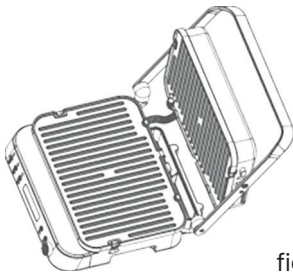
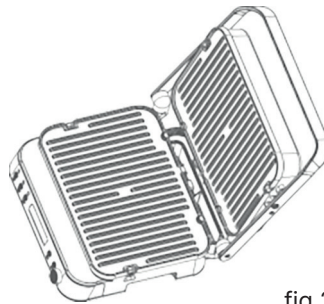
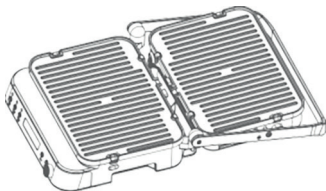

fig 1
fig 2
fig 3
2. Entfernen Sie die Grillplatte durch Drücken der Taste „Unlock“ (Abb. 1).
5. Stellen Sie sicher, dass die Fettauffangschale korrekt an der Rückseite eingesetzt ist (Abb. 2).
6. Stellen Sie sicher, dass der Temperaturfühler korrekt eingesetzt ist, falls er verwendet wird (Abb. 3).
(Abb. 1)
(Abb. 2)
(Abb. 3)
Nach dem Vorheizen den Griff verwenden, um die obere Abdeckung in die offene Position zu bringen (Abb. 1). Tragen Sie Ofenhandschuhe. Drücken Sie die obere Abdeckung nach unten, bis sie auf Höhe des Griffs ist (Abb. 2), und drücken Sie anschließend Griff und Abdeckung weiter in die flache Position (Abb. 3).